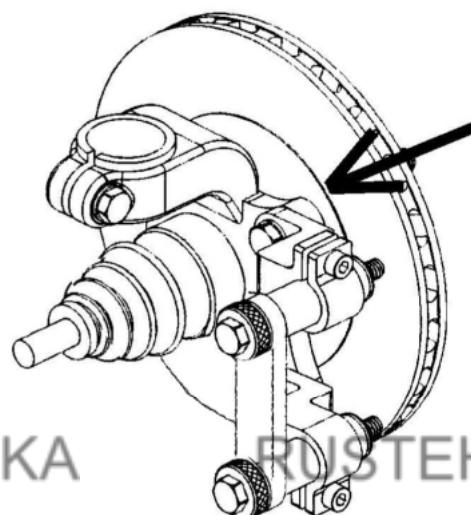

Рисунок 13
3. Используйте синий крепежный адаптересли отверстия для крепления суппорта имеют резьбу (см. рис.13).
3. Зафиксируйте крепежный адаптер с помощью оригинальных болтов тормозного суппорта, через резьбовые отверстия для крепления тормозного суппорта (см. рис.13).